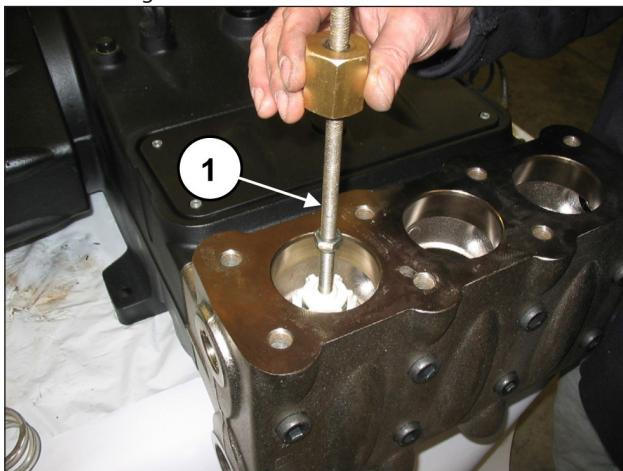

Fig. 92
Extraia o grupo da válvula de descarga por meio de um martelo extrator (cód. 27516400) a ser aplicado no orifício M10 da guia da válvula (pos. ①, Fig. 92) ou, além disso, um possível adaptador M10-M16 (código 25089700) a ser aplicado na rosca M16 da guia da válvula.